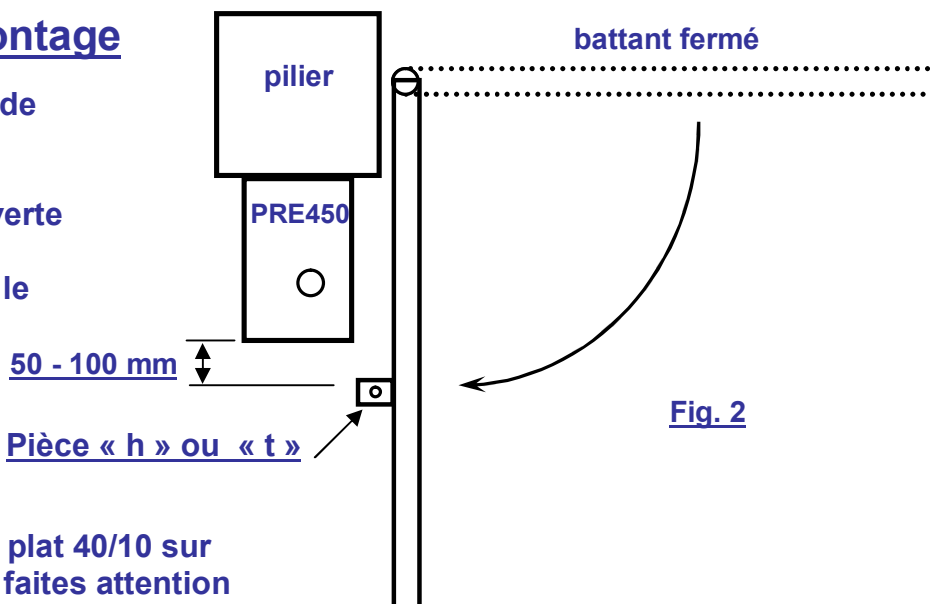

Fig. 2
3. fixez la pièce « h » ou « t » à une distance de 50 à 100 mm derrière le bloc moteur (voir fig. 2)